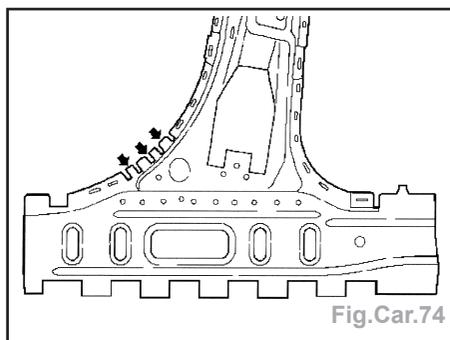

Fig.Car.74
- Préparer le montant B intérieur (pièce neuve) (Fig.Car.74) :